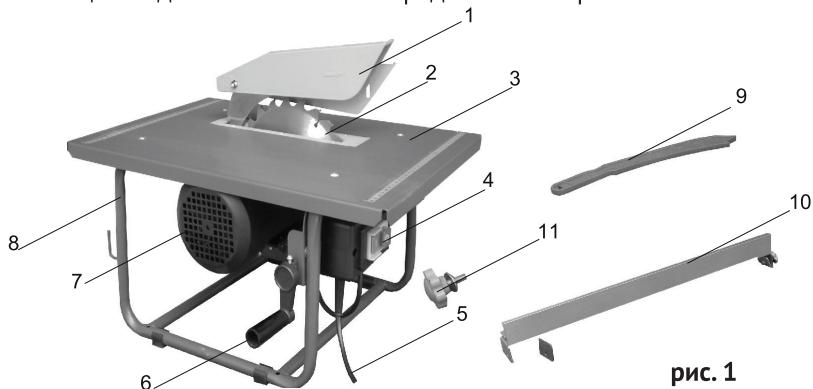
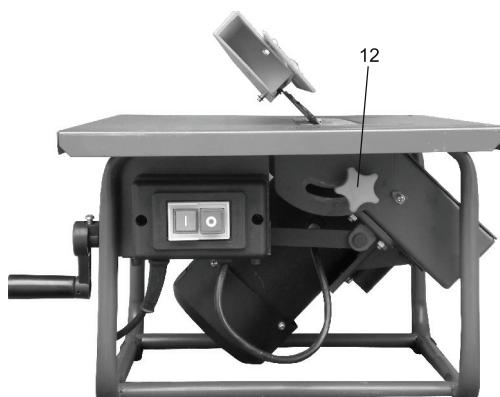

рис. 1
рис. 2
Общий вид пилы схематично представлен на рис. 1
6.6 Ослабьте фиксирующий винт 12 (рис. 2), установите необходимый угол наклона пильного диска используя ручку регулировки 6 (рис. 1), после чего зафиксируйте это положение регулировочным винтом 12 (рис. 1).
6.8 Пила включается путём нажатия зелёной кнопки выключателя 4 (рис. 1), выключается нажатием на красную кнопку того же выключателя.